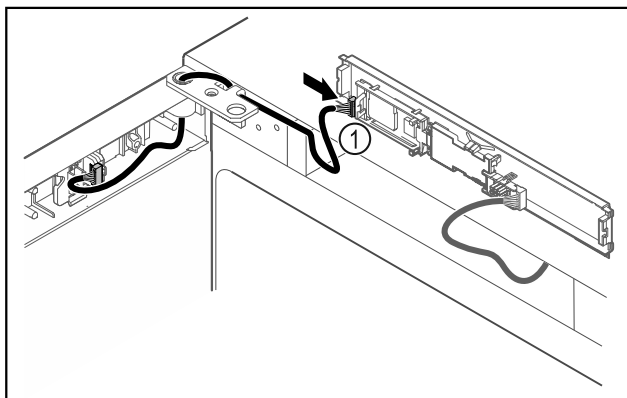

Fig. 46
- Sett pluggen Fig. 46 (1) inn i kretskortet.